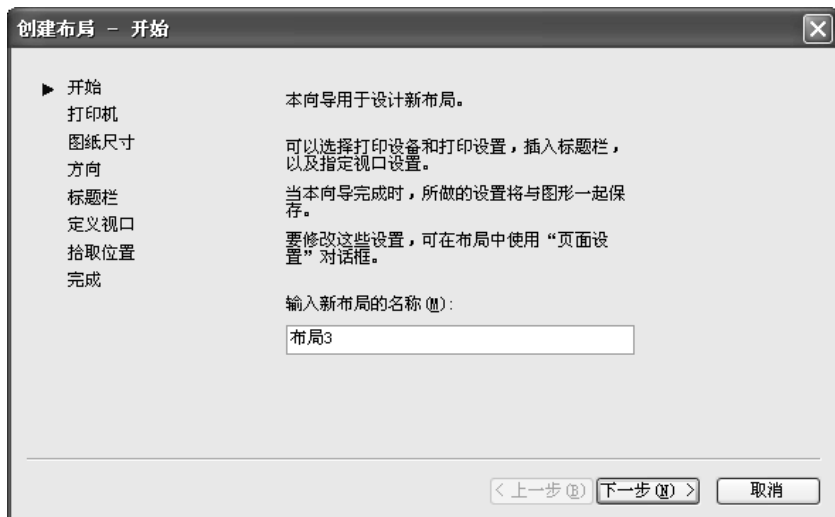

图 8-15 “创建布局-开始”对话框
(1) 新建“视口”图层并置为当前层。
(2) 选择“插入”菜单内“布局”子菜单中的“创建布局向导”选项, 弹出如图 8-15 所示的对话框。